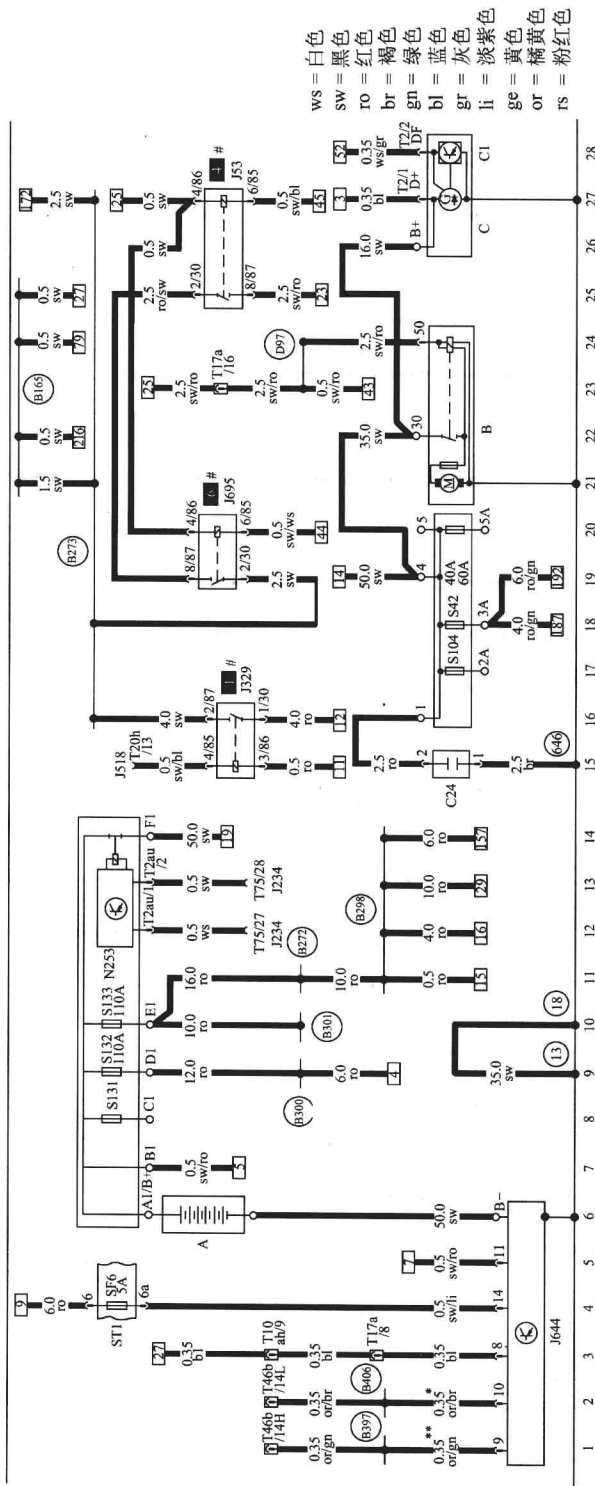

图 1-1-1 蓄电池、电源管理系统控制器、安全气囊蓄电池断路引爆装置、起动机、三相交流发电机、抗干扰电容器电路图
(1) A6 2.0L BBL 发动机电路图 见图 1-1-1 ~ 图 1-1-8。